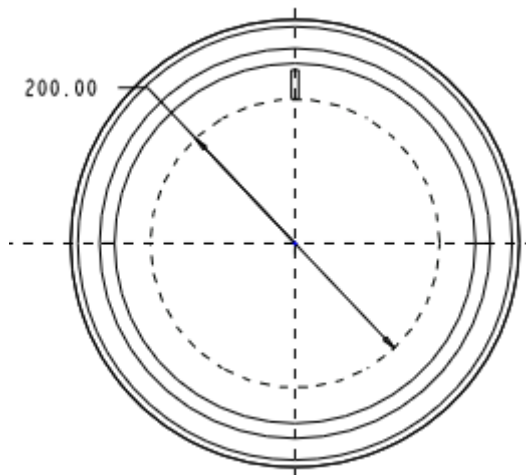

图 59-17
- (2) 单击按钮 ，打开【剖面】对话框，单击【使用先前的】，单击【草绘】按钮，进入草绘工作环境。
- (3) 首先绘制一结构圆。具体操作：绘制一个圆，选中该圆，单击右键菜单中的【结构】选项，如图 59-17 所示。